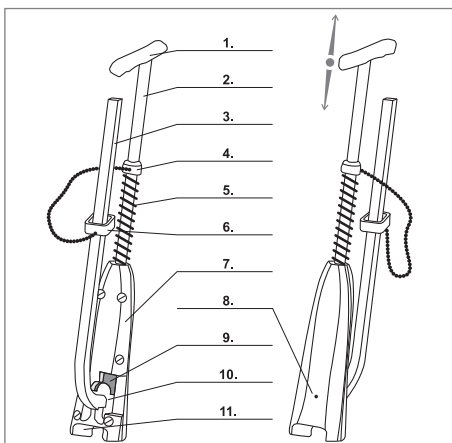

Рис.2.
W trakcie pracy, spinki trzeba sukcesywnie uzupełniać (na prowadnicy powinno znajdować się zawsze tyle spinek, aby ciężarek znajdował się na części pionowej prowadnicy). Rys. 2.
1. Заложить шпильку или обойму шпилек в направляющую (3) так, чтобы концы шпилек были направлены вниз. Обойма шпилек после вложения на направляющую сразу готова к использованию. В процессе работы шпильки необходимо последовательно пополнять (на направляющей всегда должно быть столько шпилек, чтобы толкатель находился на вертикальном участке направляющей). Рис. 2.
1. Put on clip or clip packet on guide (3) so clip ends are downwards. Clip packet after putting on guide is ready to use. During operation clips have to be successively replenished (at all times there should be so many clips on guide that the weight is situated on the vertical part of the guide). Fig.2.